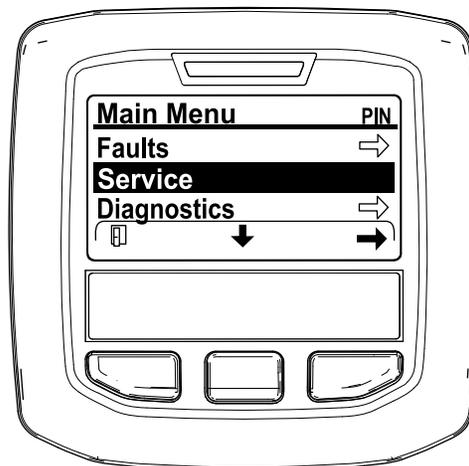

Рисунок 43
2. Перейдите в MAIN MENU (ГЛАВНОЕ МЕНЮ), нажмите среднюю кнопку, чтобы перейти вниз к SERVICE MENU (МЕНЮ ТЕХОБСЛУЖИВАНИЯ), и нажмите правую кнопку, чтобы выбрать опцию SERVICE (ТЕХОБСЛУЖИВАНИЕ) (Рисунок 43).